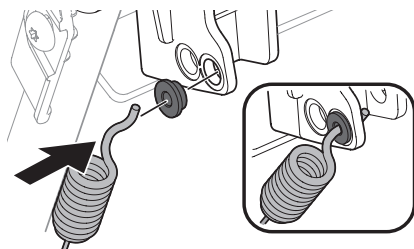

Figura 32
4. Reemplace el casquillo del orificio inferior y reconecte el cable a través del casquillo y el orificio inferior de la manija (Figura 32).